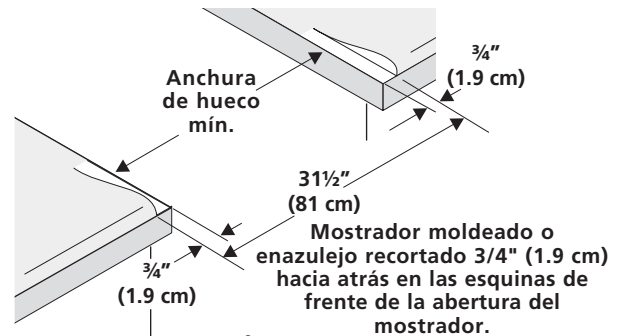

Figura 4
- El reborde de frente de mostradores moldeados** deben tener bordes moldeados a 3/4" (1.9cm) a partir de cada extremidad de la apertura (Figura 4).
- Los mostradores enazulejos** deberán necesitar un recorte de 3/4" (1.9 cm) a partir de cada extremidad y/o un borde redondeado aplanado (Figura 4).